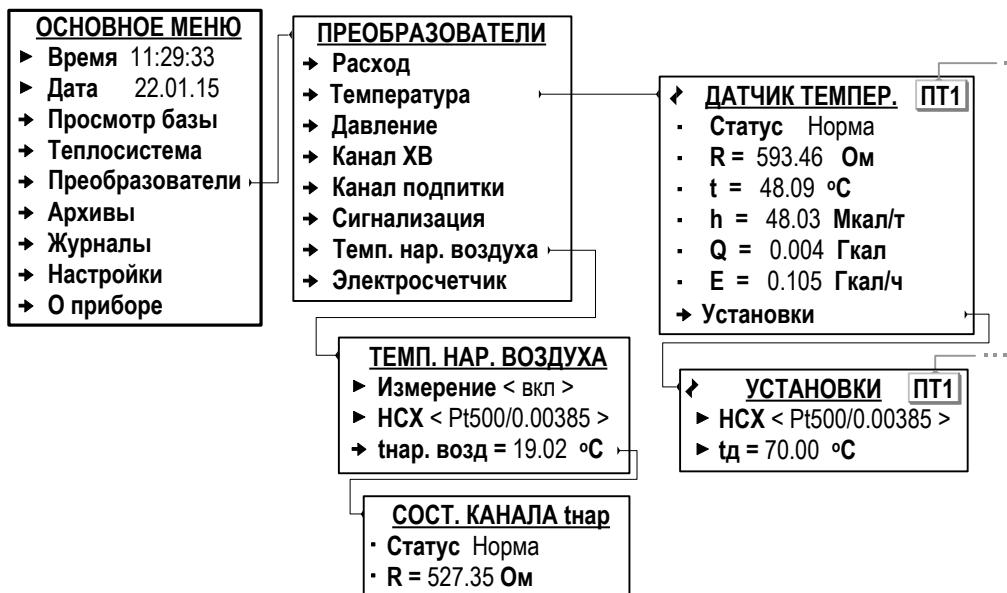

Рис.29. Вид меню настройки ПТ (режим СЕРВИС).
6.5.4.2. Настройка параметров входов для подключения преобразователей температуры выполняется в меню **Преобразователи / Температура / Установки** (рис.29).
6.5.4.3. Программное подключение датчика температуры наружного воздуха выполняется в меню **Преобразователи / Темп. нар. воздуха** (рис.29): для параметра **Измерение** устанавливается значение **вкл**. После чего обеспечивается доступ к его установочным параметрам.